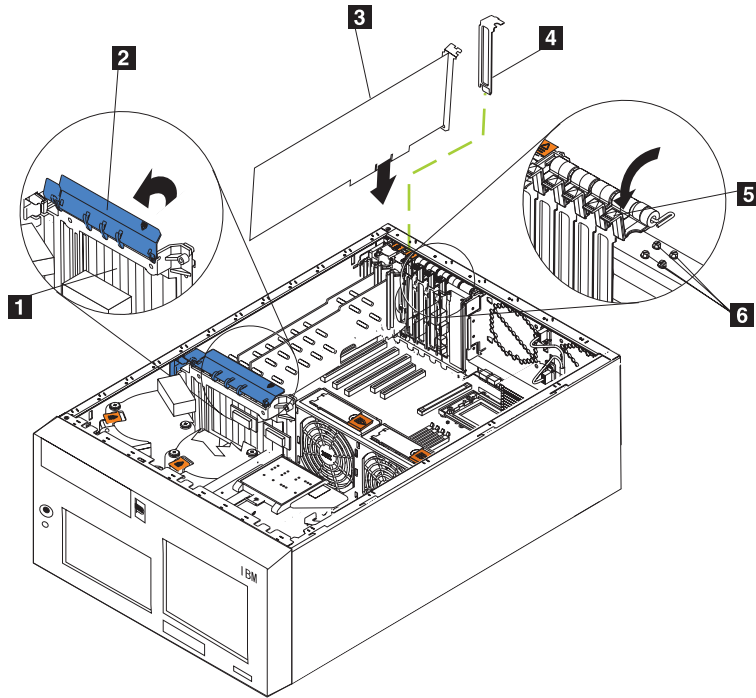
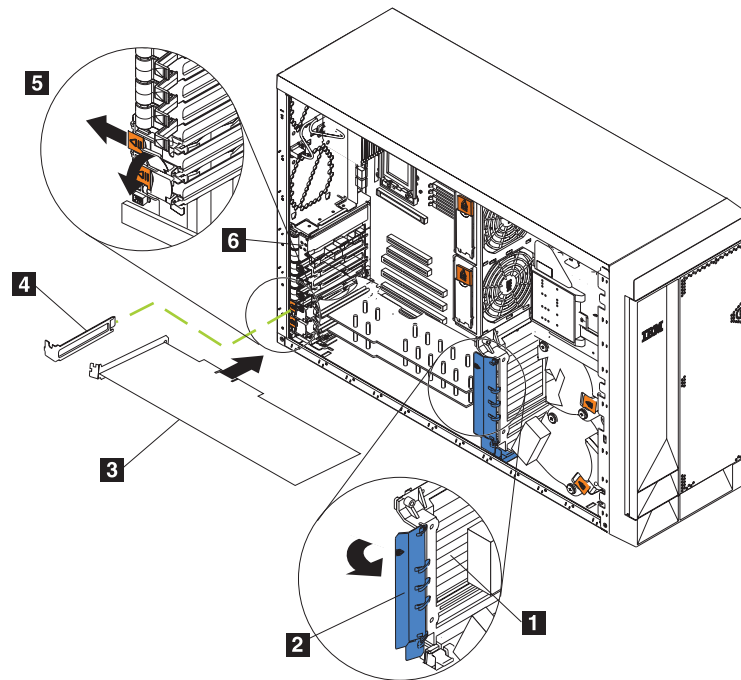
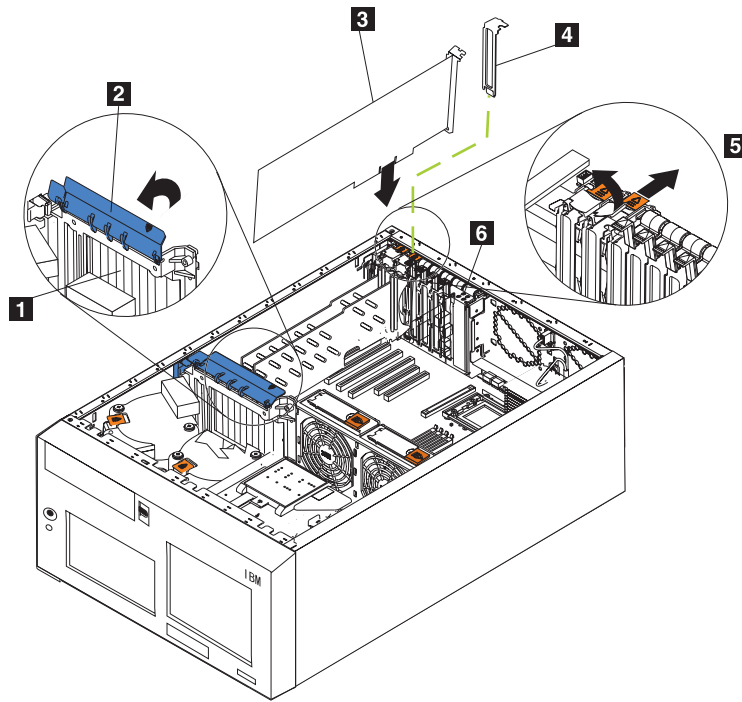

図 43. アダプターのインストール (ラック・マウント変換機構付きモデル 25T)
図 44. スロット 5 または 6 へのアダプターのインストール (モデル 25T)
図45. スロット 5 または 6 へのアダプターのインストール(ラック・マウント変換機構付きモデル 25T)
5. アダプター支持ブラケット上部のアダプター保持クリップを持ち上げ、アダプター保持ラッチを各フルサイズ・アダプターから持ち上げ、フルサイズ・アダプターを取り外します。(アダプター保持クリップの位置については、119 ページの図 42 および 120 ページの図 43 を参照してください。)
アダプターを PCI-X スロット 5 または 6 にインストールする場合は、オレンジ色のアダプター保持ラッチ・リリースをエンジンの背面方向にスライドさせ、黒色のアダプター保持ラッチをアンロック（開く）位置に持ち上げる間、そのままにしておきます。図 44 および 122 ページの図 45 を参照してください
- d. アダプターをスロット 1 ~ 4 のいずれかにねじで固定します。バックアップ拡張スロットねじの 1 つ (ねじの位置については、121 ページの図 44 および 120 ページの図 43 を参照) を、アダプター・ブラケットの上端部を通してねじ穴に挿入し、アダプターを固定します。